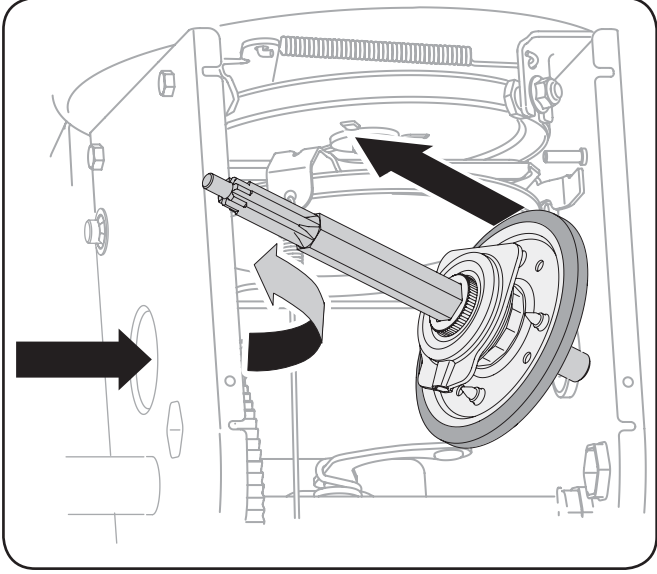

Figure 7-11
6. Abaissez doucement l'arbre hexagonal vers la gauche avant de faire glisser la roue de frottement de l'arbre. Voir la Fig. 7-11.